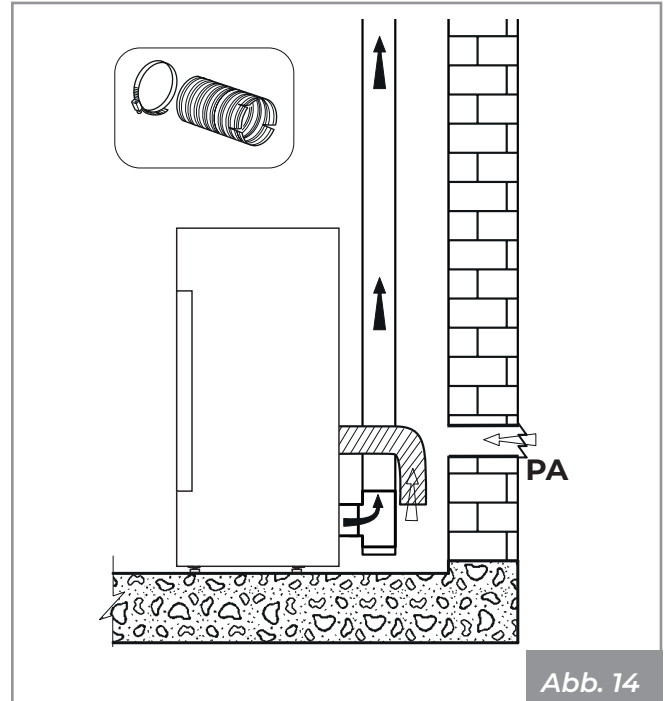

Abb. 14
- aus der Installationsumgebung oder aus geeigneten Nebenräumen kommend (**Abb. 14**)
Den Lufteinlass an der Wand vornehmen (**Abb. 14 - PA** = Lufteinlass), und lassen Sie das Gerät frei, um Luft in den Raum anzusaugen. Achten Sie darauf, das Wellrohr an das Lufteinlassrohr, falls vorhanden, anzuschließen, befestigen Sie es mit der Schelle und biegen Sie es leicht nach unten, um mögliche Resonanzeffekte zu vermeiden.